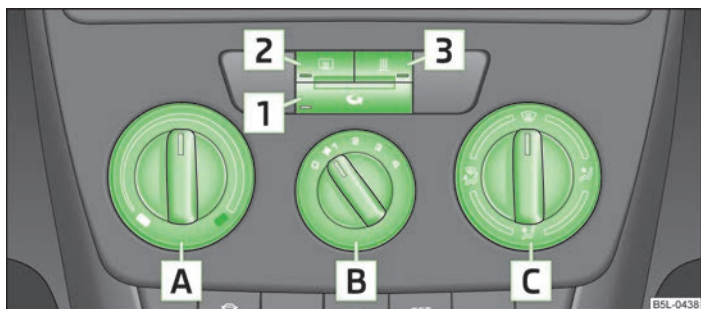

Fig. 89 Încălzirea: Elementele de comandă
- Rotiți regulatorul rotativ **A** » fig. 89 spre dreapta pentru a mări temperatura.
- Pentru pornirea ventilatorului, rotiți comutatorul ventilatorului **B** » fig. 89 în una din pozițiile de la 1 la 4.
- De la regulatorul pentru distribuția aerului **C** » fig. 89 reglați direcția curentului de aer » pagina 81.
Toate elementele de comandă, în afara comutatorului ventilatorului **B** » fig. 89, pot fi reglate pe orice poziție intermediară.
- Elementele de comandă **A**, **B**, **C** și tasta **1** » fig. 89 la pagina 82.
➤ Apăsați tasta  » fig. 89 la pagina 82, lampa de control din tastă se aprinde.
➤ Apăsați din nou tasta  » fig. 89 la pagina 82 - lampa de control din tastă se stinge.
Dacă regulatorul distribuției de aer **C** se rotește în poziția  » fig. 89 la pagina 82, recircularea aerului se dezactivează automat. Prin apăsarea repetată a tastei  se poate reporni și în această poziție recircularea aerului.